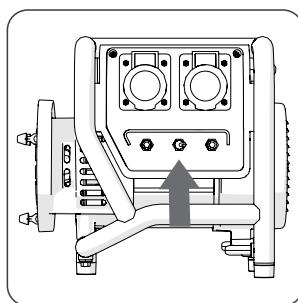

Fig. 2 (vista de la versión profesional para RU)
- En su caso, seleccione el voltaje que desee colocando el interruptor selector en 230 V o en 110 V. (**Fig. 2**)